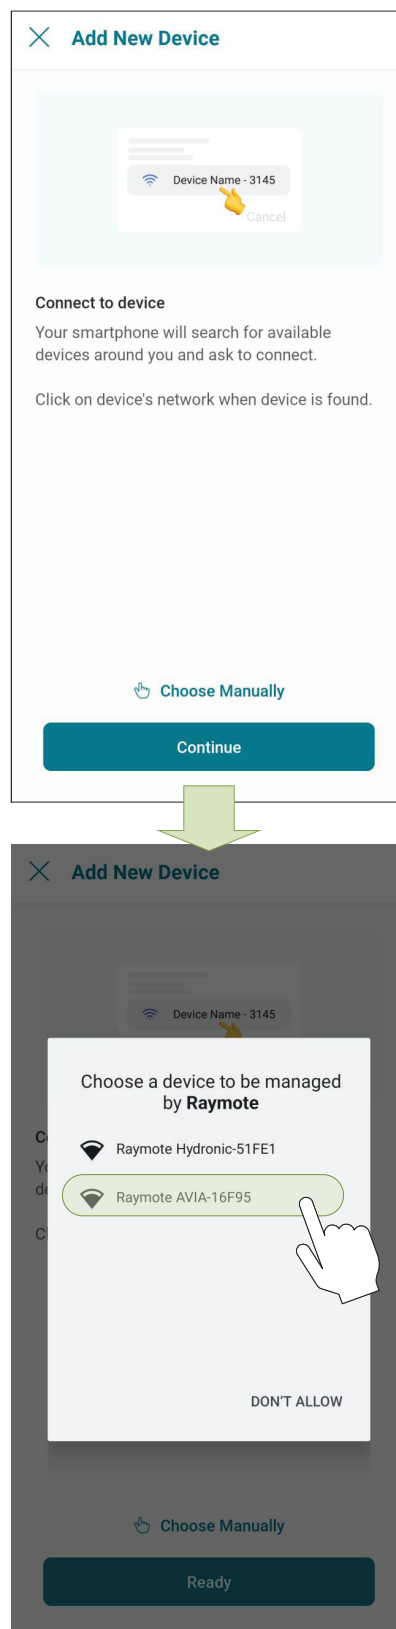

Figure 116. Connecter un téléphone Android
5. **Sous Android:** selon l'état de votre configuration actuelle, un ou plusieurs appareils s'affichent sur l'écran de l'appli. Sélectionnez le réseau sans fil auquel vous souhaitez l'associer, comme illustré à la **Figure 116**.